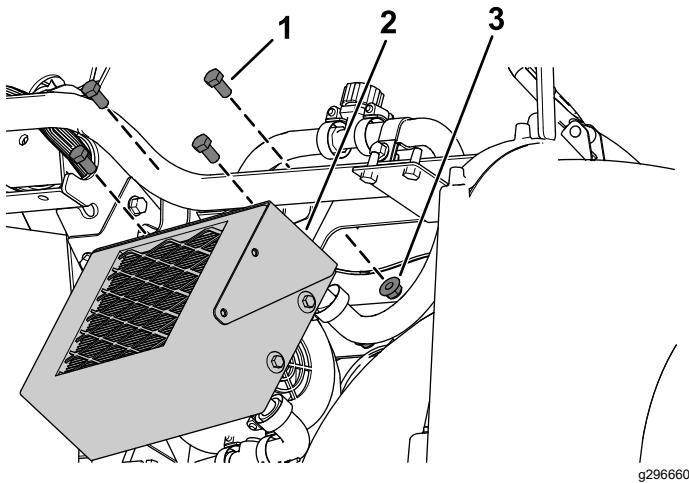

Figura 28
E. Fije el calentador al soporte del calentador con 4 pernos de cabeza hexagonal (3/8" x 3/4") y 4 tuercas con arandela prensada (3/8"), tal y como se muestra en la Figura 28.